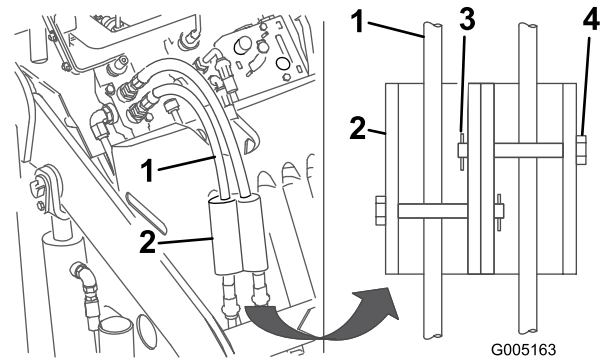

Figure 20
7. Montez les dispositifs de blocage sur les flexibles hydrauliques, et fixez-les en position à l'aide des axes de chape et des goupilles fendues (Figure 20).